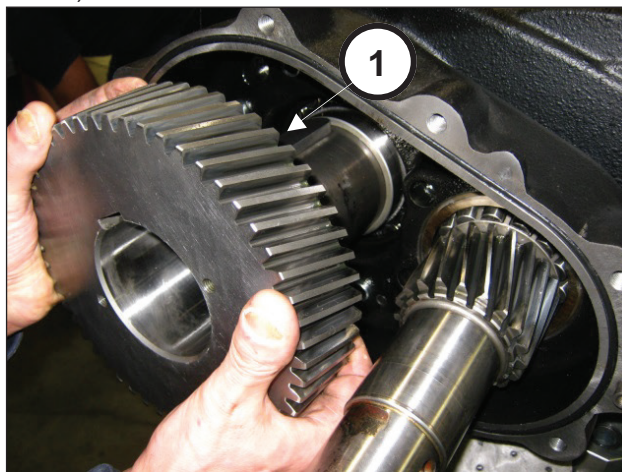
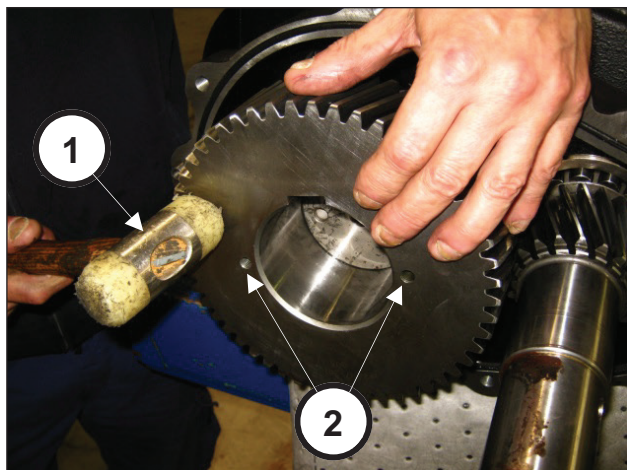

Рис. 66
Рис. 67
Установите ведомую шестерню на вал (поз. ①, Рис. 66) и насадите ее до упора с помощью ударной массы (поз. ①, Рис. 67).
Ведомая шестерня должна быть установлена так, чтобы оба отверстия М8 (используемые для съема) были обращены наружу насоса (поз. 2, Рис. 67).